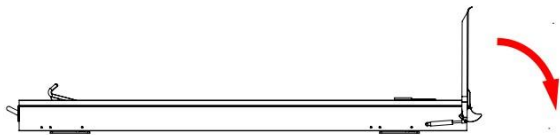

Рисунок 1
- 5.2 Откройте трап приемного устройства каталки. Рис.1